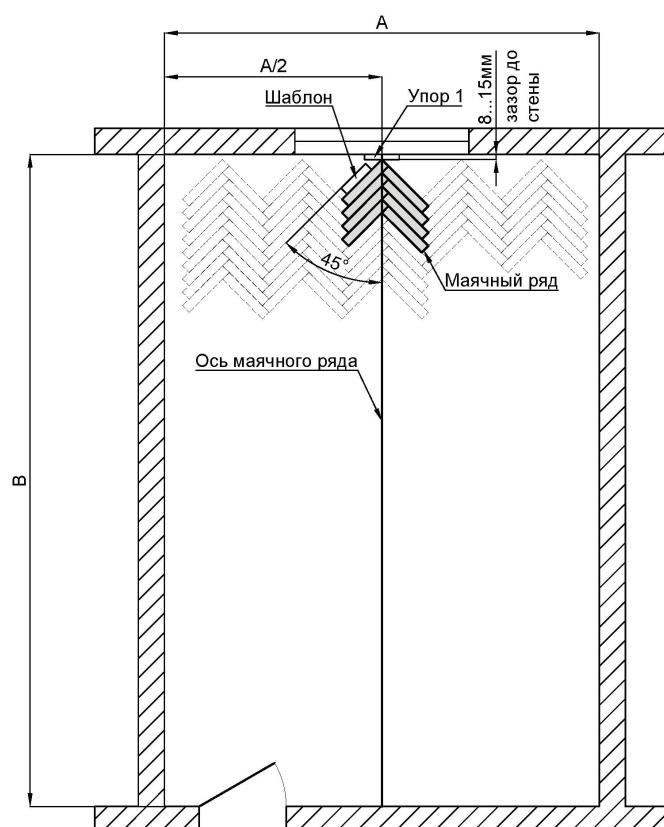

Рисунок 1
- Для удобства предварительно сплачивают первые 6-8 планок «насухо», на место их установки наносят клей и, плотно прижав к шаблону первую стартовую планку левого ряда, приступают к установке «маячной елки». Маячный ряд нужно укладывать так, чтобы под шнуром находился левый ряд планок, а углы планок правого ряда только касались линии шнура (рис. 1).